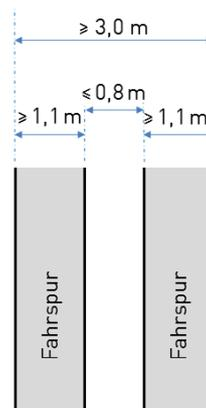

Bild 3 – geradlinige Zu- und Durchfahrten
- 2.5 Geradlinig geführte Zu- oder Durchfahrten (Bild 3) können außerhalb der Übergangsbereiche als Fahrspuren ausgebildet werden. Die befestigten Streifen müssen voneinander einen Abstand von 0,8 m haben und mindestens 1,1 m breit sein.